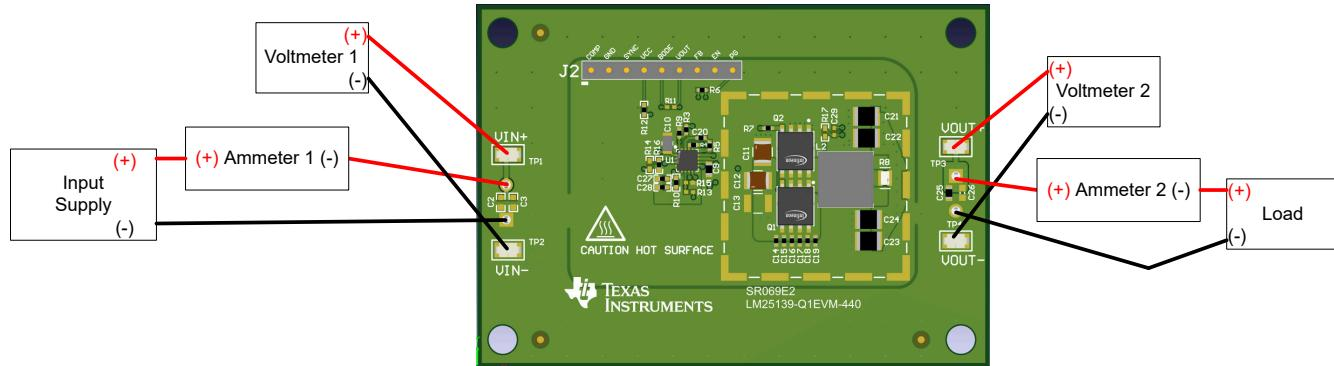

图 2-1. EVM 测试设置
参考表 2-1 所述的 EVM 连接，建议用于评估 LM25139-Q1EVM-440 的测试装置如图 2-1 所示。
- 确认输入源最初设置为 0V 并连接到 VIN+ 和 VIN- 连接点，如图 2-1 所示。如果使用长输入线路，则建议使用一个额外的大容量输入电容器来提供阻尼。